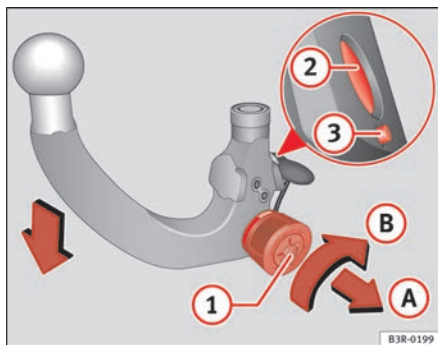

Abb. 152 Abnehmbare Anhängervorrichtung: Kugelstange vorspannen
- Stecken Sie den Schlüssel (1) ⇒ Abb. 152 in das Schloss am Handrad und drehen sie ihn in Richtung der roten Markierung.
- Ziehen Sie das Handrad in Pfeilrichtung (A) heraus und drehen Sie es anschließend in gezogener Position in Pfeilrichtung (B) bis der Verriegelungsbolzen (2) einrastet und der Auslösebolzen (3) sichtbar ausfährt ⇒ ⚠.